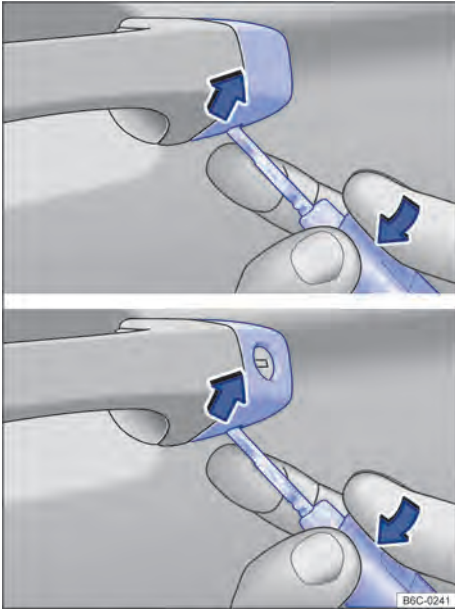

Fig. 54 Manilla la puerta del conductor: desacoplar la caperuza.
- Levantar la caperuza con la llave del vehículo en el sentido de la flecha → fig. 54.